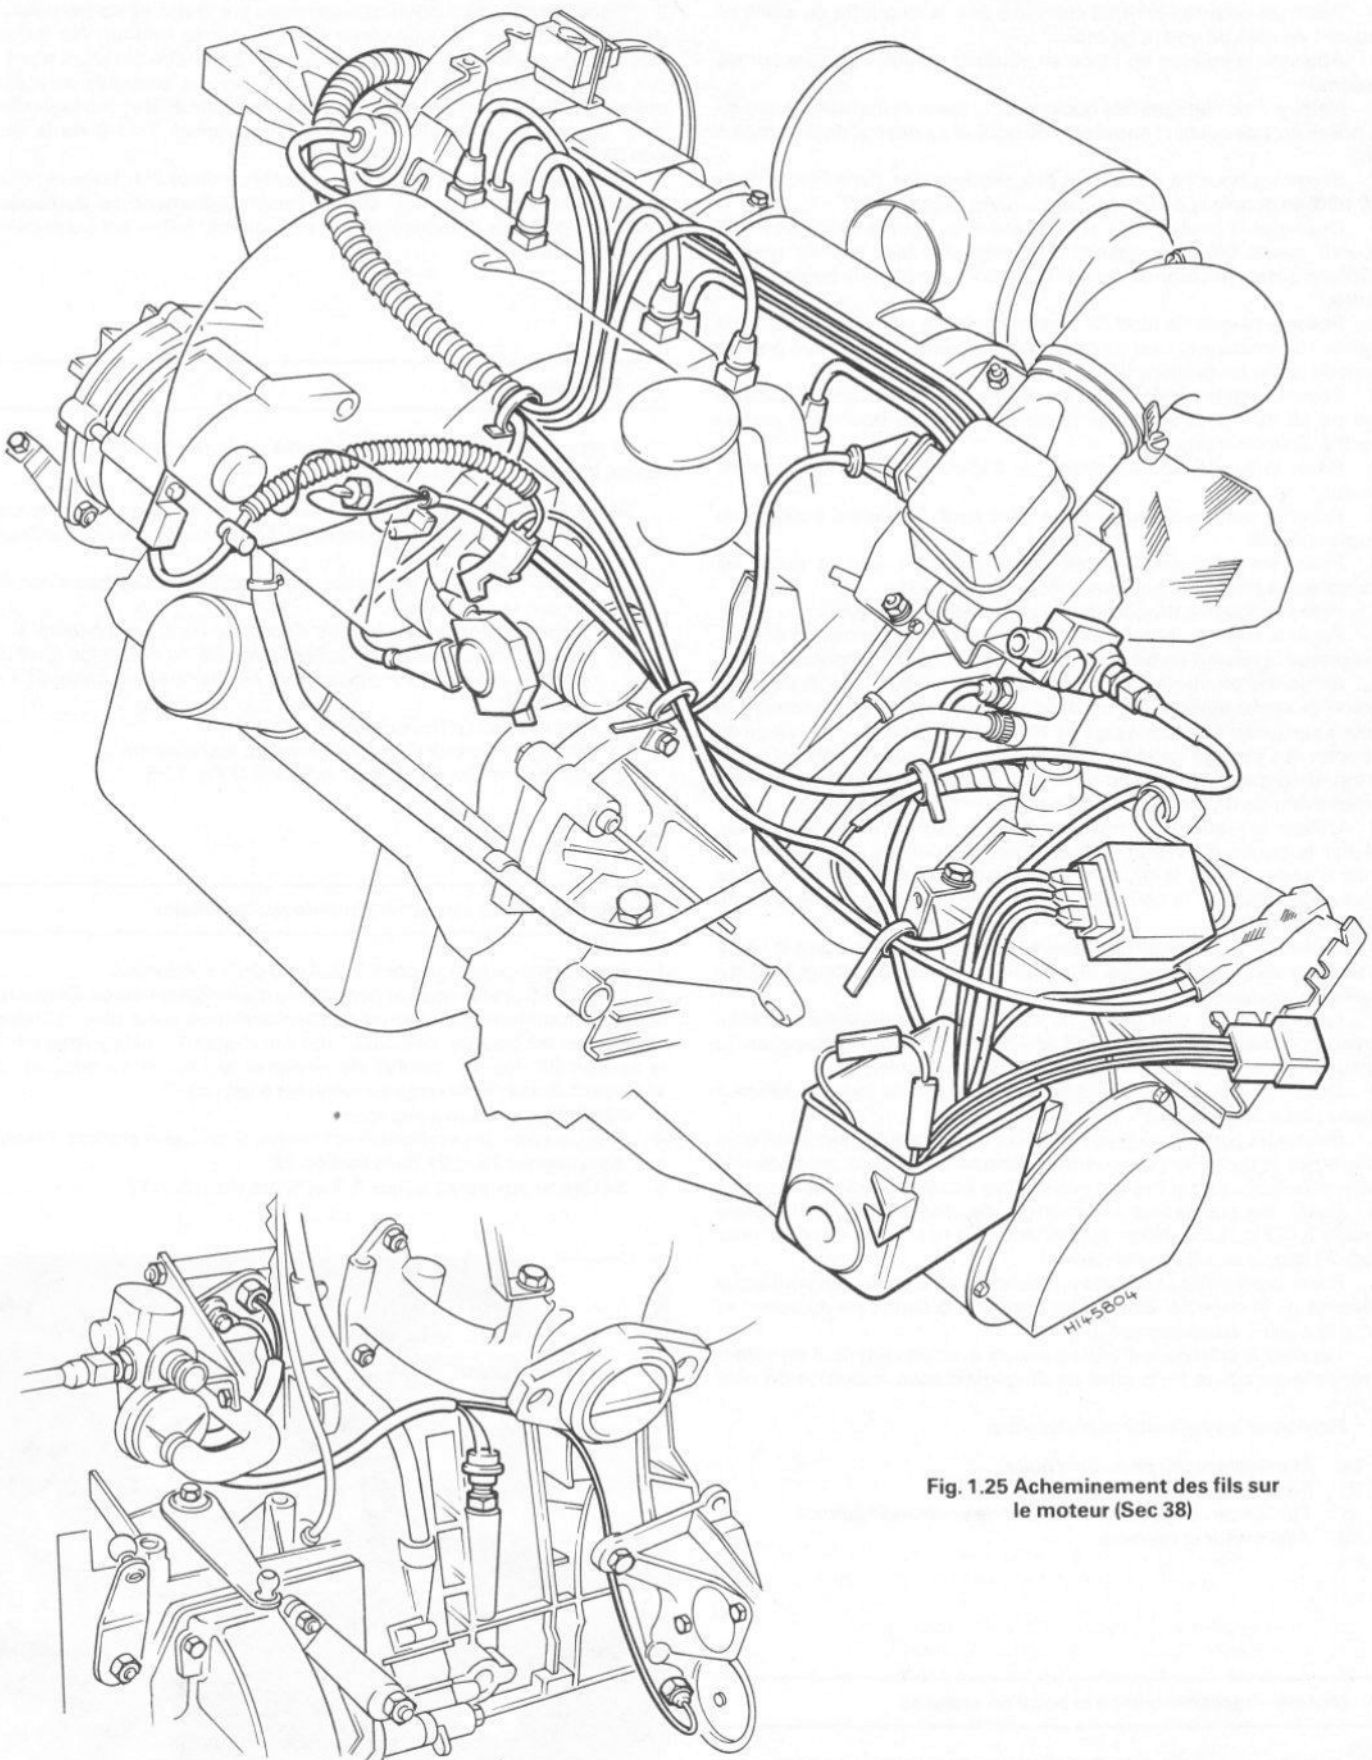

Fig. 1.25 Acheminement des fils sur le moteur (Sec 38)
- (g) Acheminer les fils comme indiqué à la Fig. 1.25